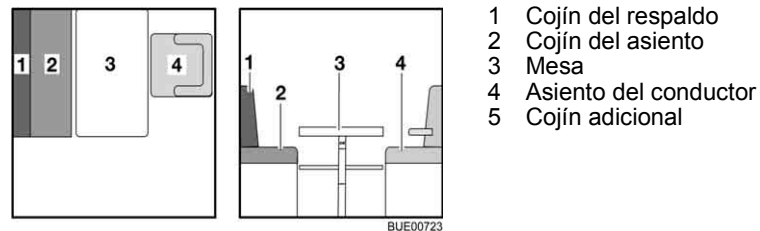

Fig. 120 Antes de la transformación
- Girar el asiento del conductor (Fig. 120,4) y empujarlo completamente hacia adelante.
- Transformar la mesa (Fig. 120,3) en base de cama (véase apartado 6.11).
- Poner a un lado el cojín del respaldo (Fig. 120,1).